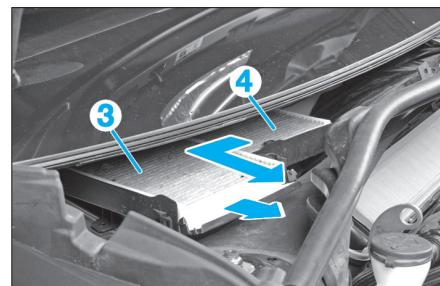

Fig. 3
- Extraire en premier lieu le filtre (3), puis le filtre (4), suivant le cheminement indiqué (Fig.3).